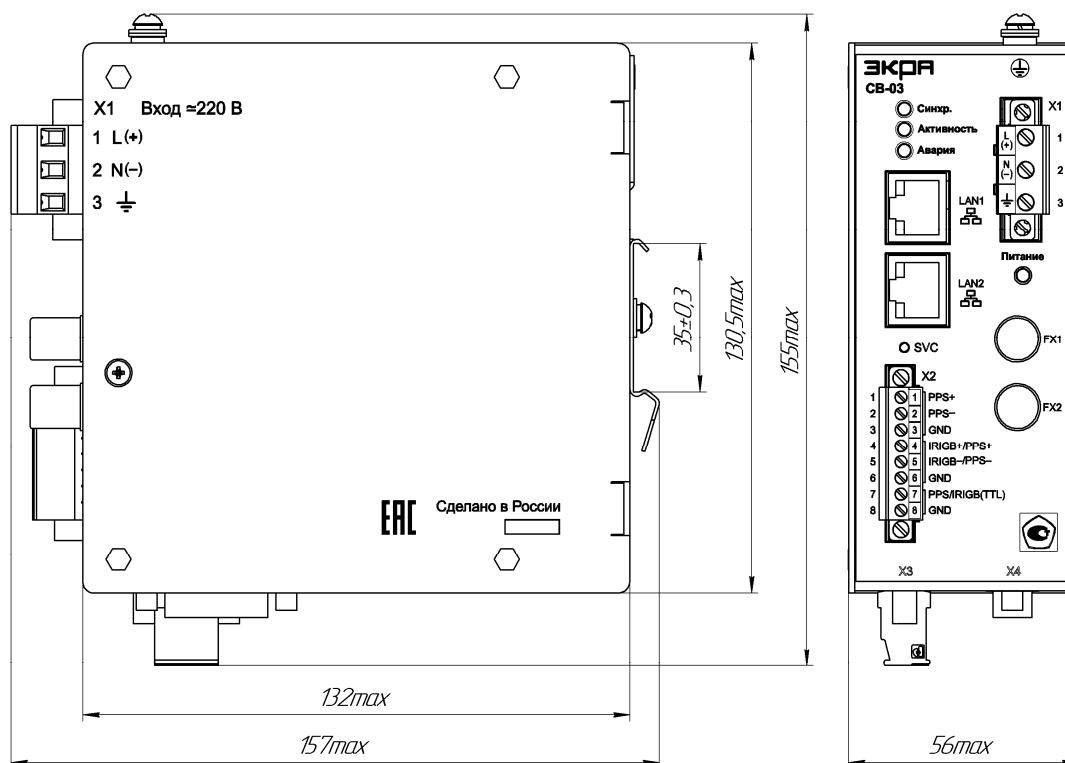

Рисунок 1 – Общий вид устройства СВ-03 (без исп.)
2.14 Физические сигналы выводятся на разъемы LAN1, LAN2, восьми контактный интерфейсный разъем X2, оптические разъемы FX1, FX2, расположенные на передней панели устройства СВ-03 (рисунок 1).
2.16 На передней панели устройства СВ-03 (см. рисунок 1) расположены индикаторы «Синхр.», «Активность», «Авария» и «Питание».